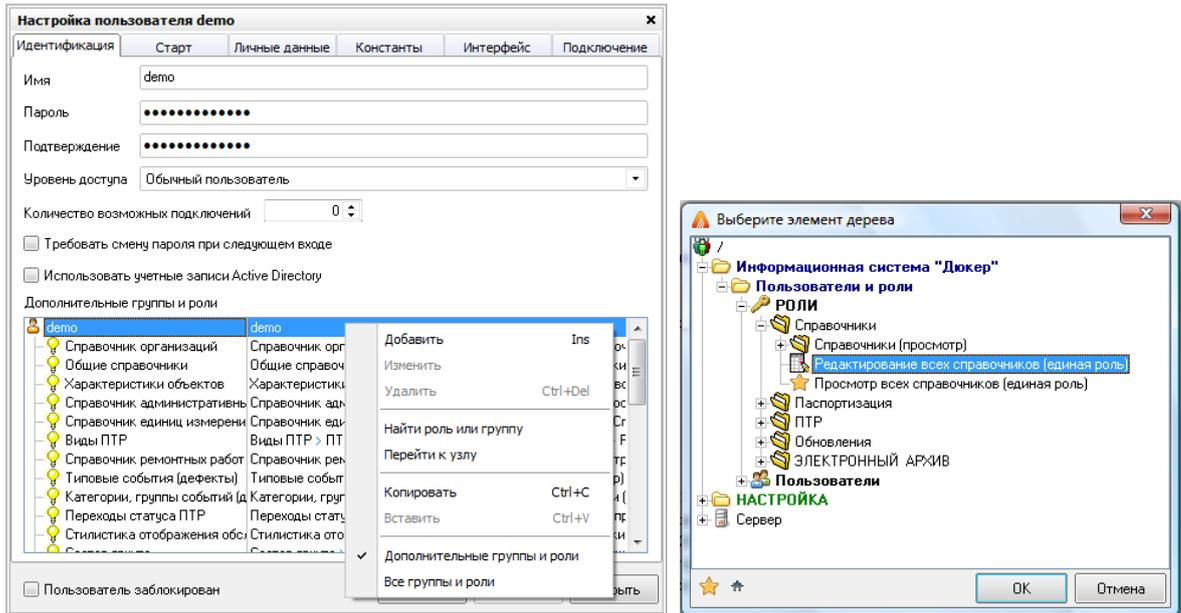

Рис. 12-2 Окно «настройка пользователя». Вкладка «Идентификация»
- Выбрать в дереве метаданных узел пользователя, у которого возникла данная проблема, и открыть окно **Настройка пользователя** (Рис. 12-2).